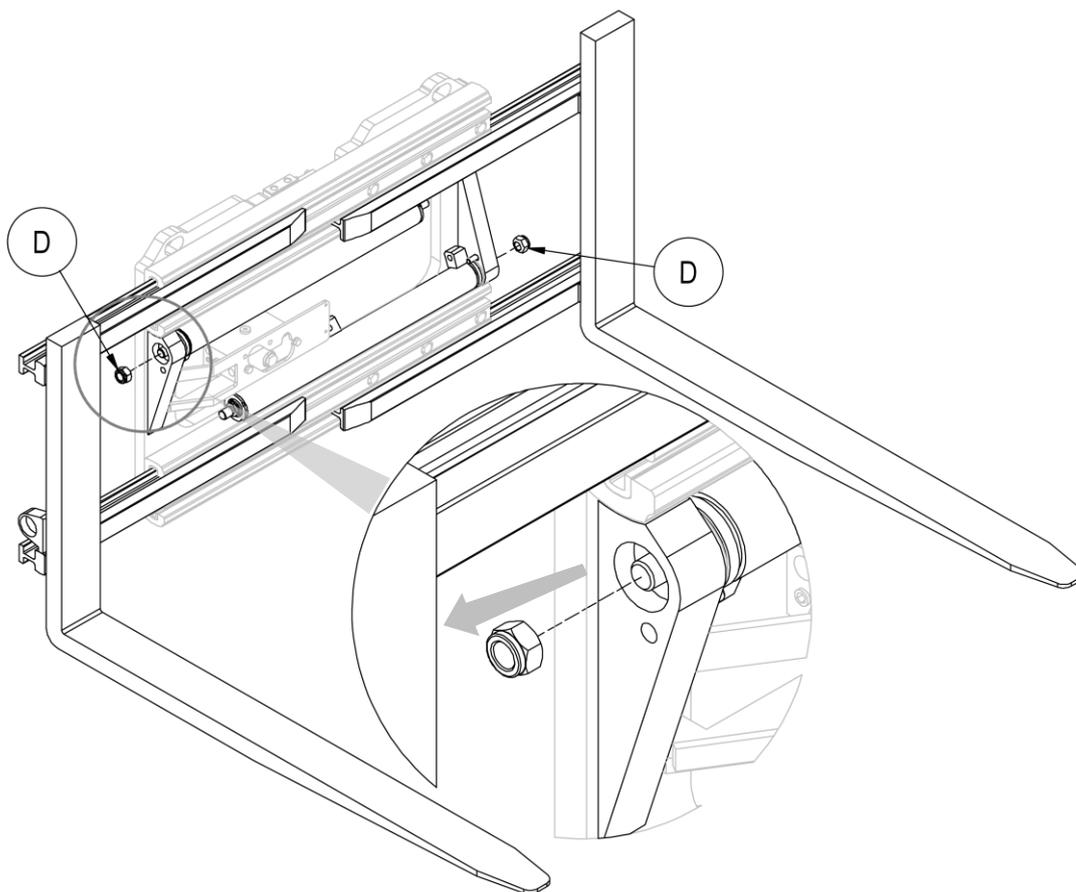

Abbildung 29
7. Entfernen Sie nacheinander die Muttern **D**, die die Zylinder am Klammerkörper befestigen; dann nehmen Sie die Zylinder weg. Achten Sie darauf, sie nicht zu beschädigen (siehe *Abbildung 29*).